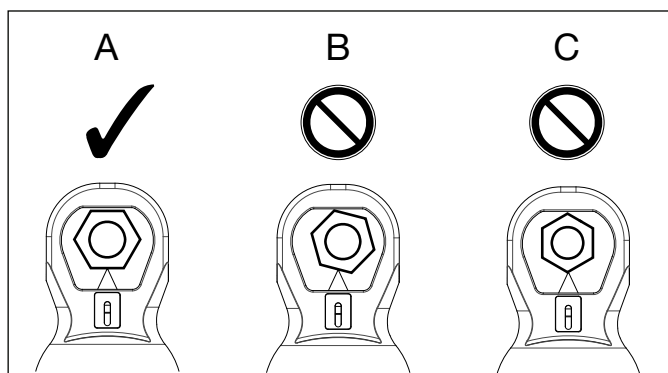

図7: カッティングヘッドの位置決め
6. カuttingヘッドをナットの上に位置決めし、刃の平坦な面がナットの側面の1つに当たるようにします。刃がナット側面の中央で切断されるように、ヘッドの中でナットを中央に位置決めします。図7のAを参照してください。